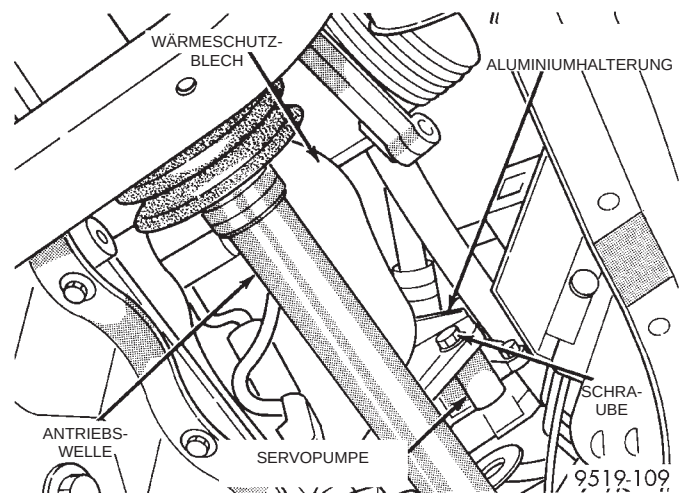

Abb. 28 Befestigung der Servopumpe an der hinteren Halterung
(9) Die Schraube lösen, mit der die Rückseite der Servopumpe an der Aluminiumhalterung befestigt ist (Abb. 28).
(3) Die Schraube locker eindrehen, mit der die Rückseite der Servopumpe an der Aluminiumhalterung befestigt wird (Abb. 28).